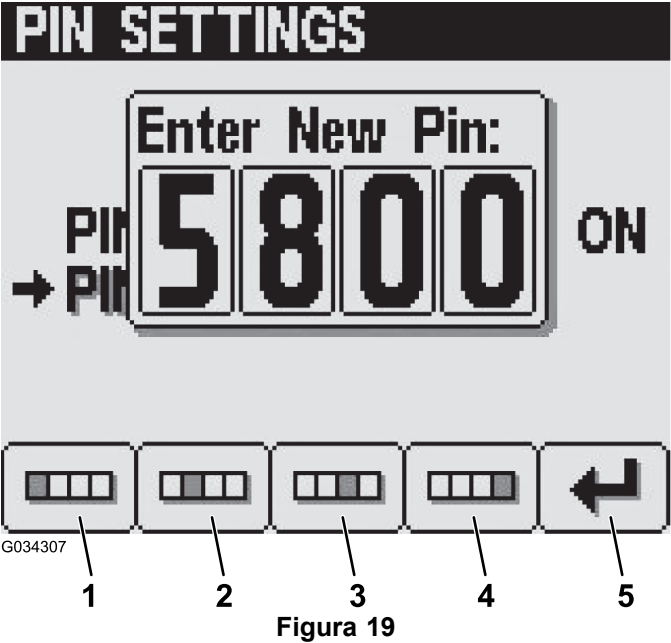

Figura 19
5. Introduza o seu novo PIN utilizando os botões 1 a 4 e prima o botão 5 quando terminar o novo PIN (Figura 19).